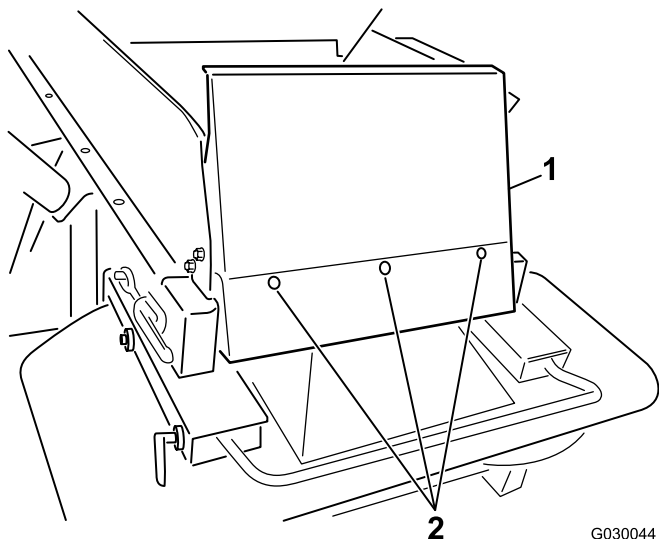

Рисунок 7
6. Установите защитное ограждение бункера с помощью поставляемых в комплекте болтов со сферической головкой (1/4 x 5/8 дюйма) и нейлоновых контргайк (Рисунок 7).